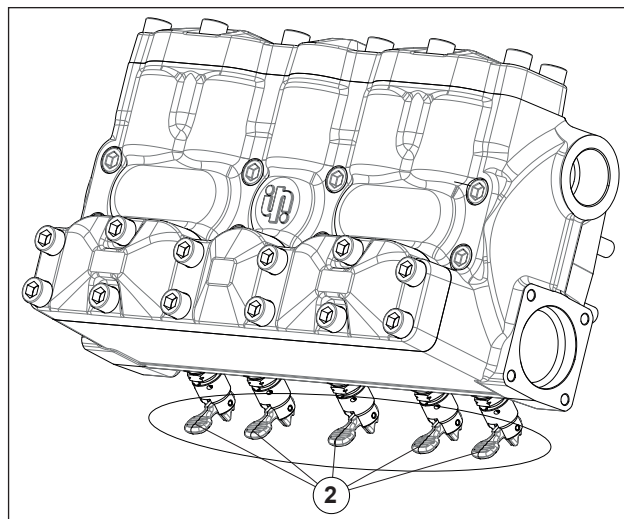
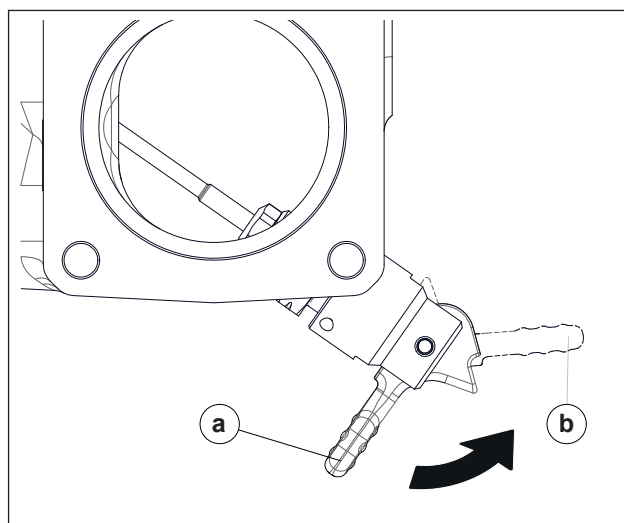

Рис. 11
Рис. 12
В случае длительного хранения или простоя необходимо восстановить правильную работу всасывающих клапанов путем открытия трех кулачков подъема клапана (см. поз. ② Рис. 11). Перед следующим запуском насоса проверьте, закрыты ли клапаны. Положения (а) «клапан закрыт — рабочее положение» и (б) «клапан открыт — положение покоя» показаны на Рис. 12.